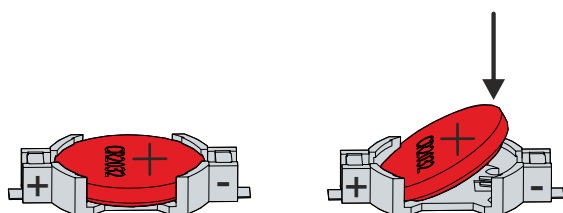

図 29: C6017電池交換
⇒ 電池は傾いた状態になります（図29参照）。
5. 電池を電池ホルダに押し込みます（図29参照）。